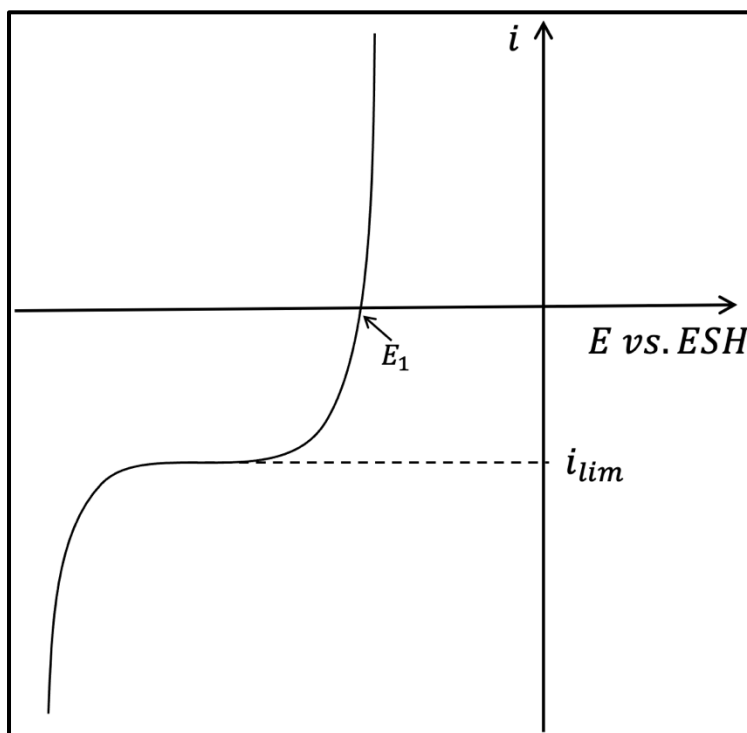

Figure 3
La Figure 3 représente la courbe courant-potentiel enregistrée pour la solution (S) sur une électrode de zinc. Les ions  $SO_4^{2-}$ ,  $NH_4^+$  et  $Cl^-$  sont électro-inactifs.
- Q25.** Écrire l'inégalité impliquant les concentrations  $[Zn^{2+}]$  et  $[OH^-]$  dans la solution (S) pour que le précipité  $Zn(OH)_2(s)$  ne se forme pas. En déduire que le  $pH$  de la solution (S) doit alors être inférieur à une valeur qu'on calculera. On supposera cette condition sur le  $pH$  vérifiée pour le reste du sujet.
- Q26.** Reproduire la courbe de la Figure 3 sur la copie et indiquer les processus se déroulant sur chaque section.
- Q27.** Calculer la valeur attendue pour le potentiel  $E_1$ , défini sur la Figure 3.
- Q28.** Indiquer deux grandeurs auxquelles  $i_{lim}$ , défini sur la Figure 3, est proportionnel.